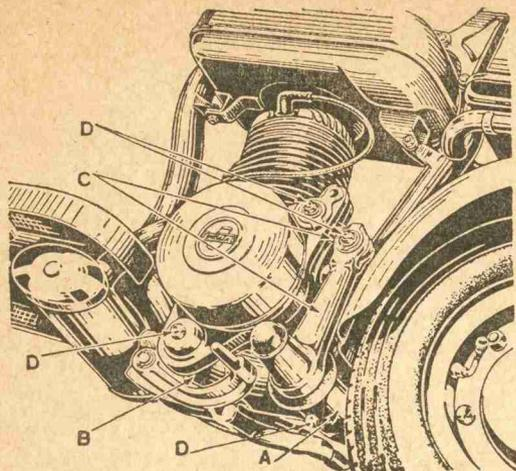

Fig. 6.
La suspensión trasera (fig. 6), actúa por medio
Las oscilaciones del grupo motor, se transmiten a la barra de torsión por medio de las palancas (C), (fig. 6), adecuadamente proporcionadas para reducir el ángulo de torsión de la barra, a medida que aumenta la carga. De este modo, las torsiones que soporta la barra no están en proporción directa con la carga, significando esto una mejor sus-